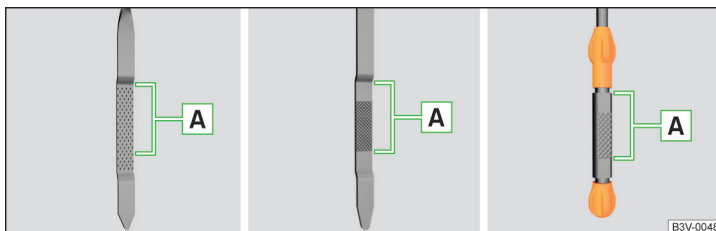

Fig. 160 Prezentarea în principiu: Joja de ulei
Joja de ulei » fig. 160
- Nivelul uleiului nu trebuie să fie în niciun caz sub sau deasupra domeniului  » fig. 160 - există pericol de deteriorare motorului, precum și a instalației de evacuare a gazelor arse.